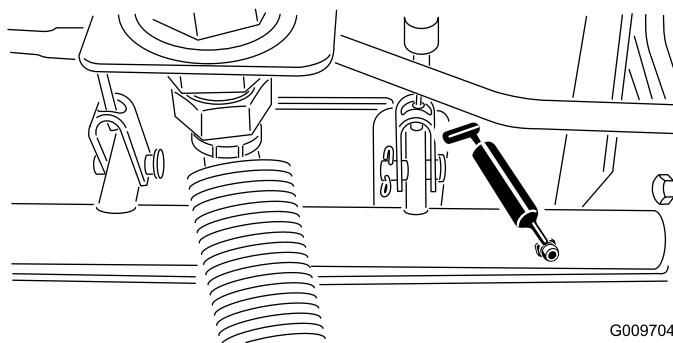

Figure 69
- Roulements d'axes de pivots de freins (5) (Figure 69)